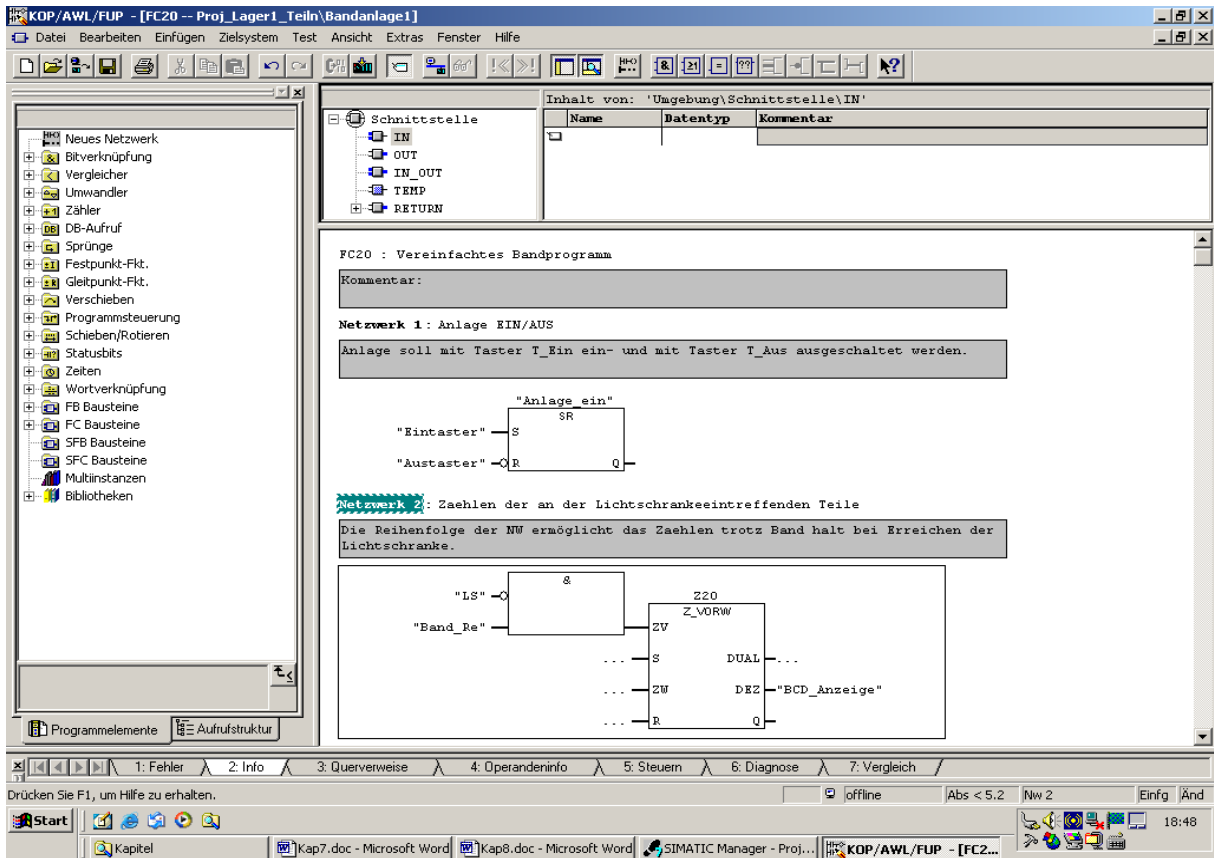

Bild 8-8: Ausschnitt des Programmcodes einer nichtparametrierbaren Funktion in Step7
**Bild 8-8** zeigt einen Ausschnitt des Programmcodes einer Funktion FC20 in Step7. Die Code wird in FUP mit symbolischen Operanden dargestellt. Im Beispiel wurden weder Parameter noch temporäre Variablen benutzt.